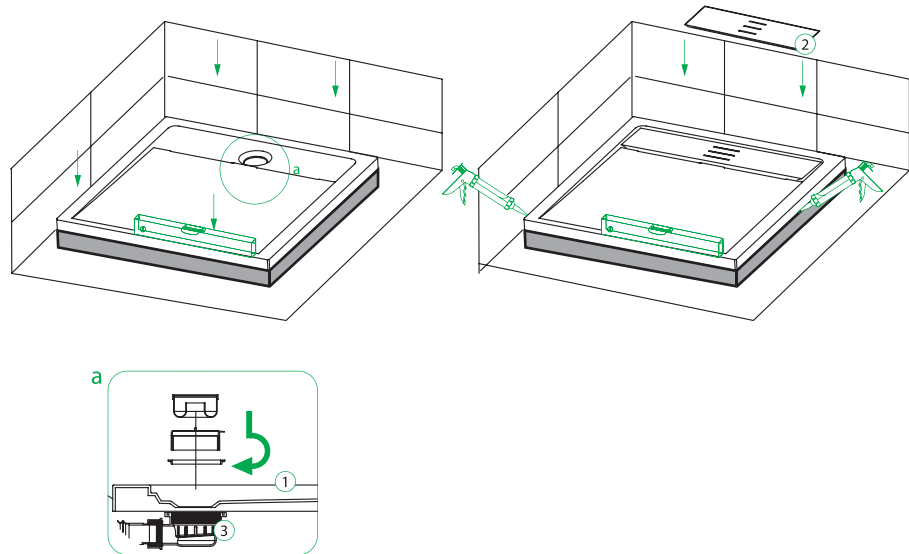

Рис. 19/19-сур.
4. Поместите поддон поверх рабочей зоны, строительным уровнем скорректировав его положение по горизонтали. Силиконом загерметизируйте стыки прилегания поддона к пьедесталу и стенам (рис. 19). Зафиксировав поддон, оставьте его на 48 часов для высыхания.